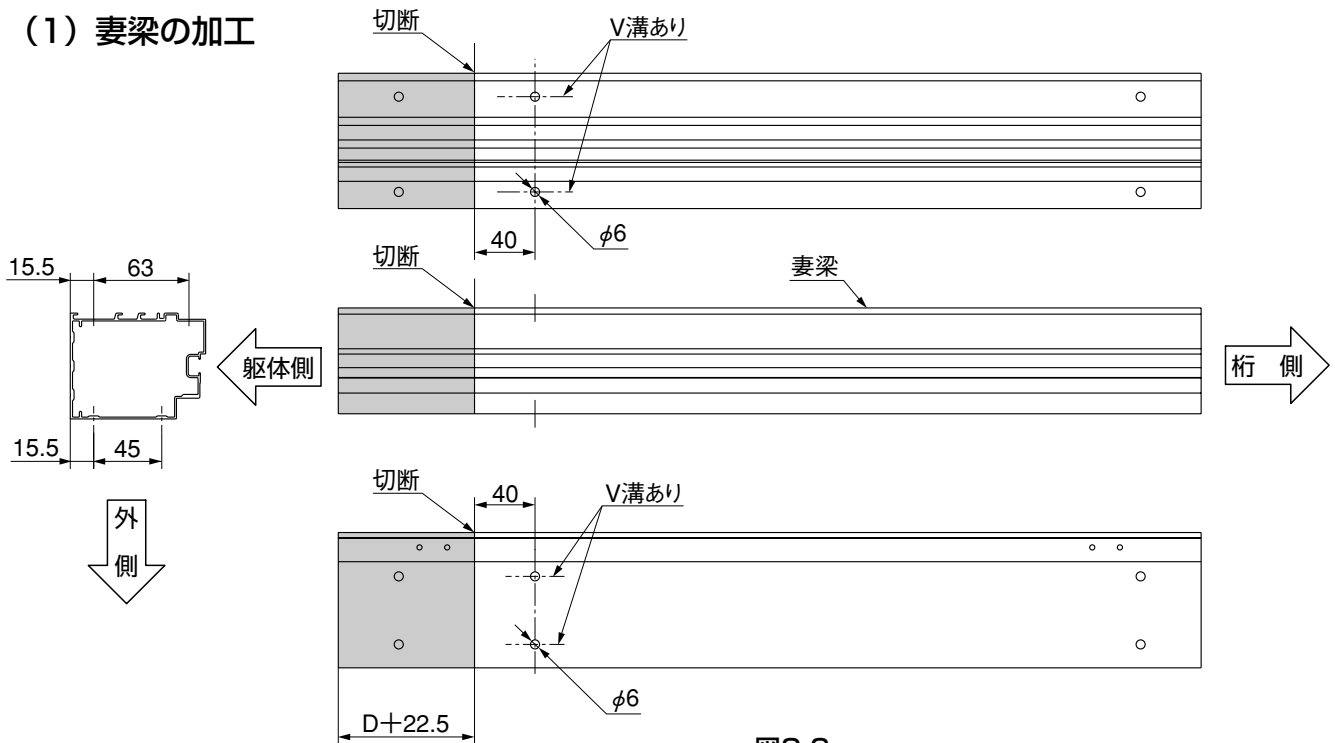

図2-6
① 図2-6を参照して移動方立取付側の妻梁を切断・加工してください。